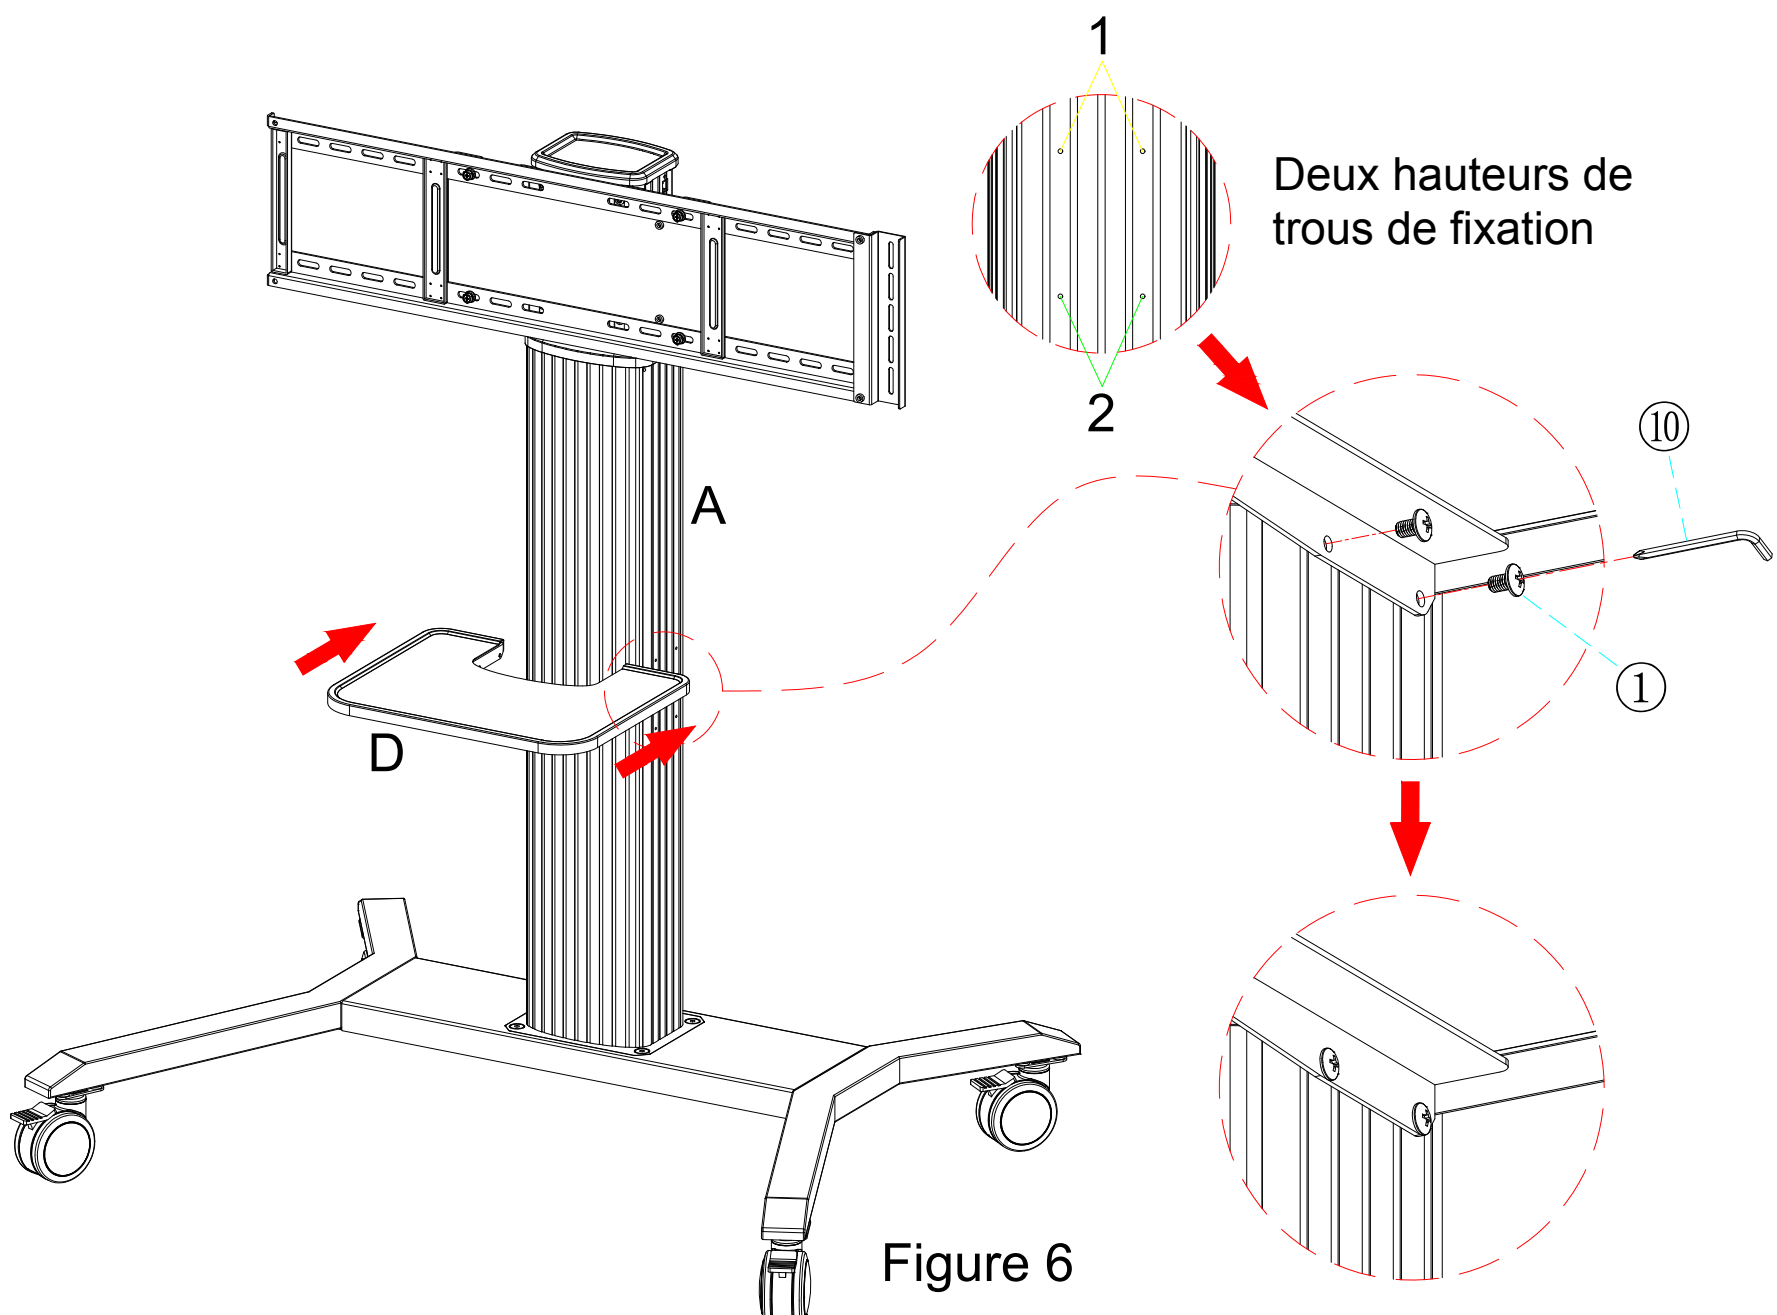

Figure 6
Étape 6 : Le plateau (D) comporte deux hauteurs de trous de fixation. A la colonne (A), et visser avec 4 vis(①).(Figure 6)